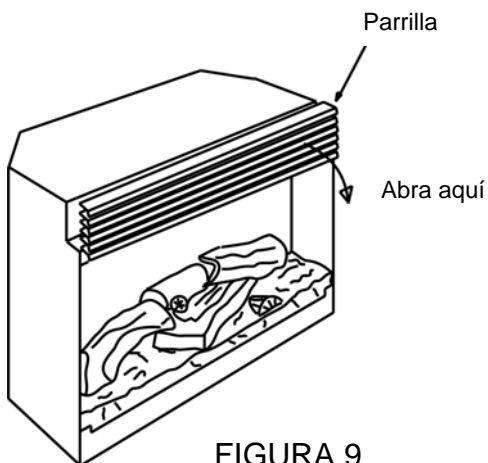

FIGURA 9
1. Para acceder a los mandos, abra la parrilla en la parte de arriba, tirando del extremo superior derecho hacia adelante y abajo (FIGURA 9).